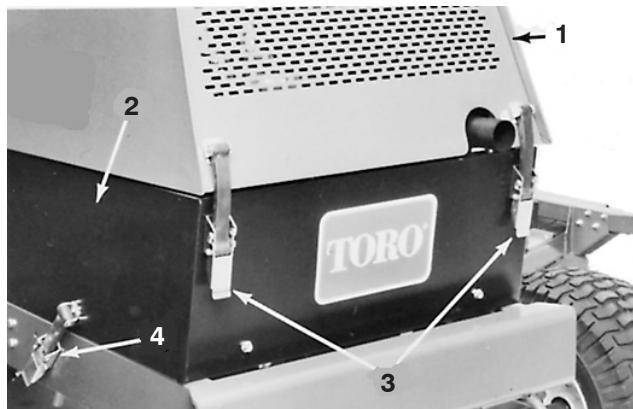

Figure 33
1. Déverrouillez, soulevez et calez le capot en position. Déverrouillez et déposez le panneau latéral gauche (Fig. 33). Vérifiez que la bâquille de sécurité est bien engagée dans l'un des supports du capot.
1. Déverrouillez, soulevez et calez le capot en position (Fig. 33). Vérifiez que la béquille de sécurité est bien engagée dans l'un des supports du capot. Déverrouillez et déposez les deux panneaux latéraux (Fig. 33).